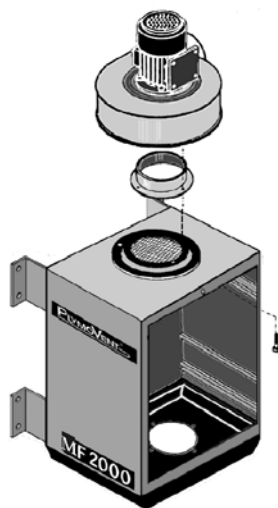

Рисунок 7.2
- 7.2.1. При установке вентилятора на фильтр, отсоедините фланец вентилятора. Установите на фильтр резиновую прокладку, фланец вентилятора и соедините вместе фильтр, фланец, и вентилятор болтами изнутри корпуса фильтра. (см. рис. 7.2)